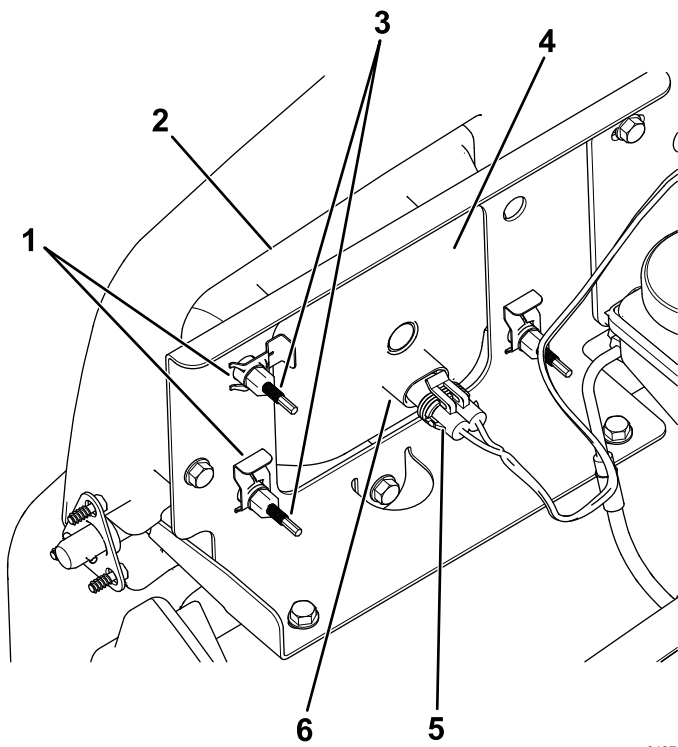

Figura 48
3. Desconecte el conector eléctrico del arnés de cables del conector del conjunto de la lámpara (Figura 48).
- Retire los conectores rápidos que sujetan el faro al soporte del faro (Figura 48).
- Retire el faro desplazándolo hacia adelante y pasándolo por el hueco del parachoques delantero (Figura 48).
- Introduzca el faro nuevo a través del hueco del parachoques (Figura 48).
- Sujete el conjunto del faro con los conectores rápidos que se retiraron en el paso (4).
- Conecte el conector eléctrico del arnés de cables al conector del conjunto de la lámpara (Figura 48).
- En la parte trasera del faro, gire los tornillos de ajuste (Figura 48) para pivotar el conjunto y ajustar de la posición del haz de luz.